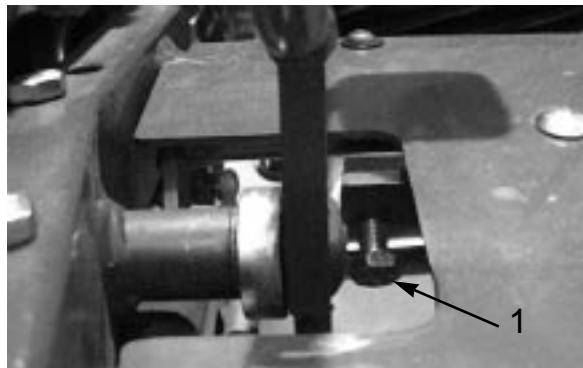

図54
1. ペダルロックのキャップスクリュのジャムナット（図54）をゆるめる。